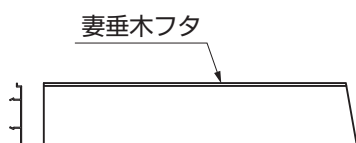
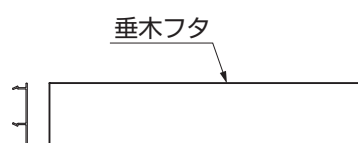

図18-4 端部用
図18-5 中間用
- 垂木フタは端部用と中間用があります。端部には妻垂木フタを取付けてください。(図18-4、図18-5参照)